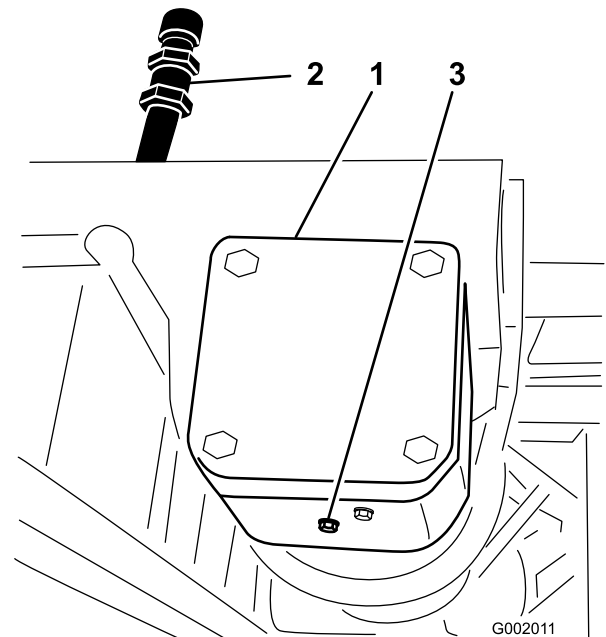

Bild 73
2. Stellen Sie eine Wanne unter die Ablassschraube am Pumpenantriebsgetriebekasten (Bild 73).
3. Nehmen Sie die Einfüll- und Ablassschraube (Bild 73) ab, damit das Öl in die Wanne ablaufen kann.